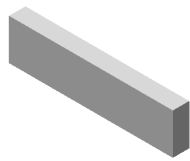

图 4.3.10 凸台-拉伸 1
Step2. 创建图 4.3.10 所示的零件基础特征——凸台-拉伸 1。
(1) 选择命令。选择下拉菜单 **插入(I)** → **凸台/基体(B)** → **拉伸(E)...** 命令，或单击“特征”工具栏中的  按钮。
(2) 定义特征的横断面草图。
① 定义草图基准面。选取前视基准面作为草图基准面。